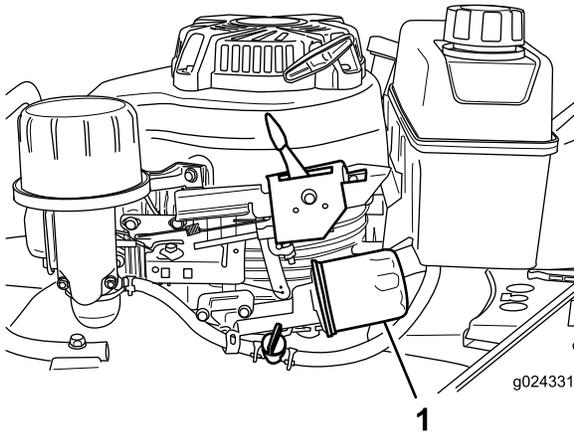

Figura 19
6. Mettete un panno sotto il filtro dell'olio (Figura 19) per raccogliere l'olio che fuoriesce mentre togliete il filtro.